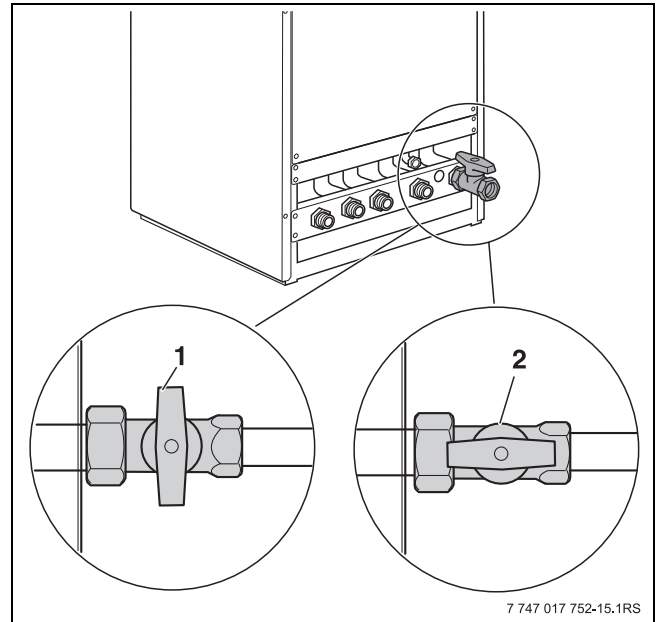

Bild 33 Gashahn
- Gashahn schließen (→ Bild 33, [1], Seite 41).